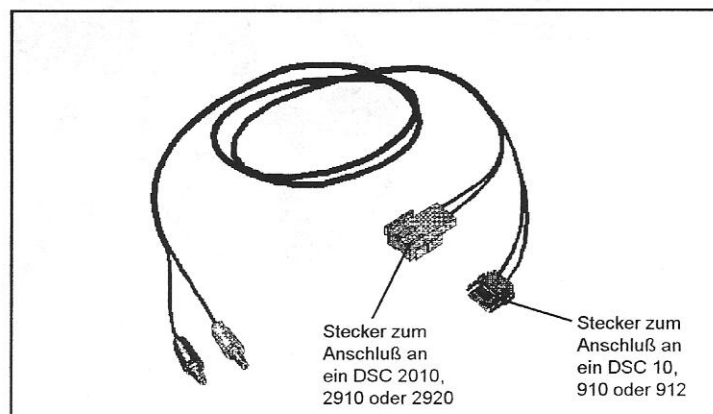
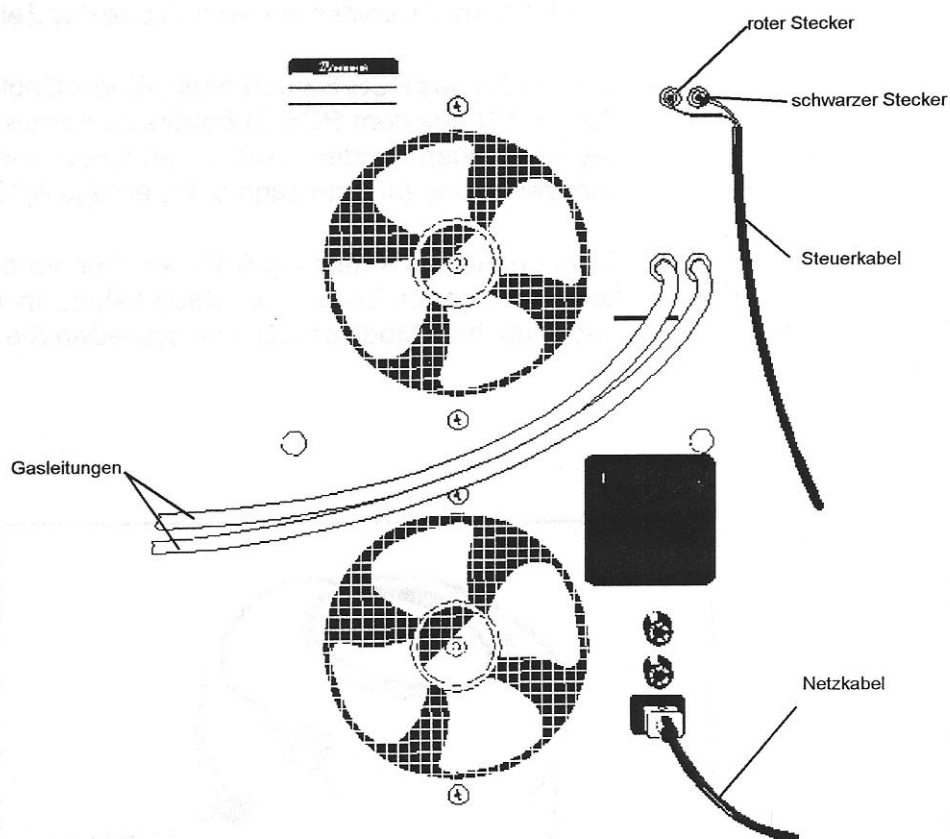

Abbildung 5.10 — Das RCS-Steuerkabel (»Event Cable«)
Abbildung 5.11 — Anschlüsse an der Rückseite des RCS
2. Schließen Sie Ihre Kühlkopf-Spülgasquellen über Strömungsmesser an die Spülgasanschlüsse des RCS (s. Abbildung 5.11) an. Empfohlen wird, Helium an Spülgasanschluß 1 (»GAS 1/He«) und Stickstoff an Spülgasanschluß 0 (»GAS 0/N₂«) anzuschließen: Mit Helium werden optimale Kühlraten erreicht, und Stickstoff kann zur Einsparung von Helium für die Versuchsabschnitte, die keine oder nur langsame Kühlung erfordern, eingesetzt werden. Weiterhin eignet sich Helium nur für Temperaturen bis 200 °C; darüber sollte in jedem Fall auf Stickstoff umgeschaltet werden.
3. Suchen Sie das RCS-Steuerkabel (»Event Cable«; s. Abbildung 5.10) aus dem RCS-Zubehörsatz heraus. Schließen Sie die beiden runden Stecker entsprechend der Farbkennzeichnung (s. Abbildung 5.11) an das RCS an.
4. Ersehen Sie aus Abbildung 5.10, welcher der beiden Stecker am anderen Ende des Steuerkabels in den Event-Anschluß Ihres Moduls paßt, und schließen Sie ihn dort an.